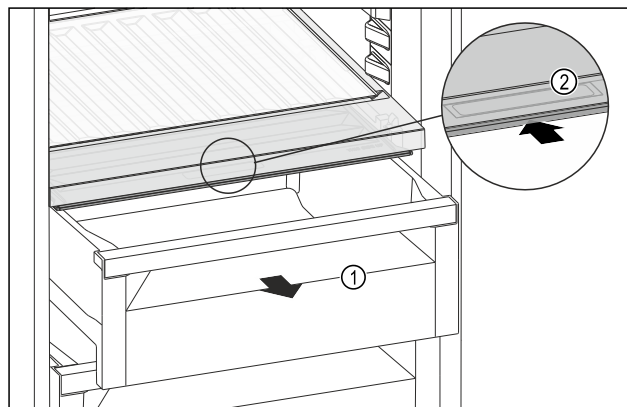

Fig. 119
- ▶ Извлеките выдвижной ящик Fig. 119 (1).
- ▶ Возьмитесь за утопленную ручку Fig. 119 (2) на крышке отделения и одновременно введите крышку отделения назад.